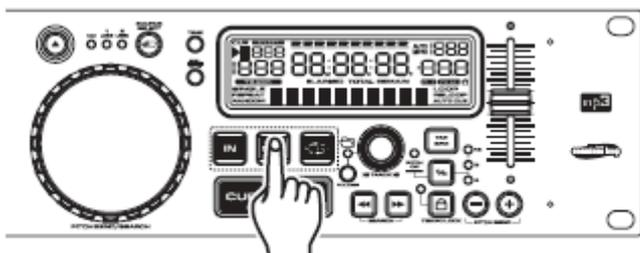

Figure 23
3) Appuyez sur le *BOUCLE OUT* (17) pour définir le point final de votre *BOUCLE PARFAITE* (Figure 23). Les LED du *BOUCLE IN* (24) et du *BOUCLE OUT* (23) commencent à clignoter, indiquant que le mode *BOUCLE PARFAITE* a été activé. Appuyez sur le bouton *OUT* pour arrêter la boucle.